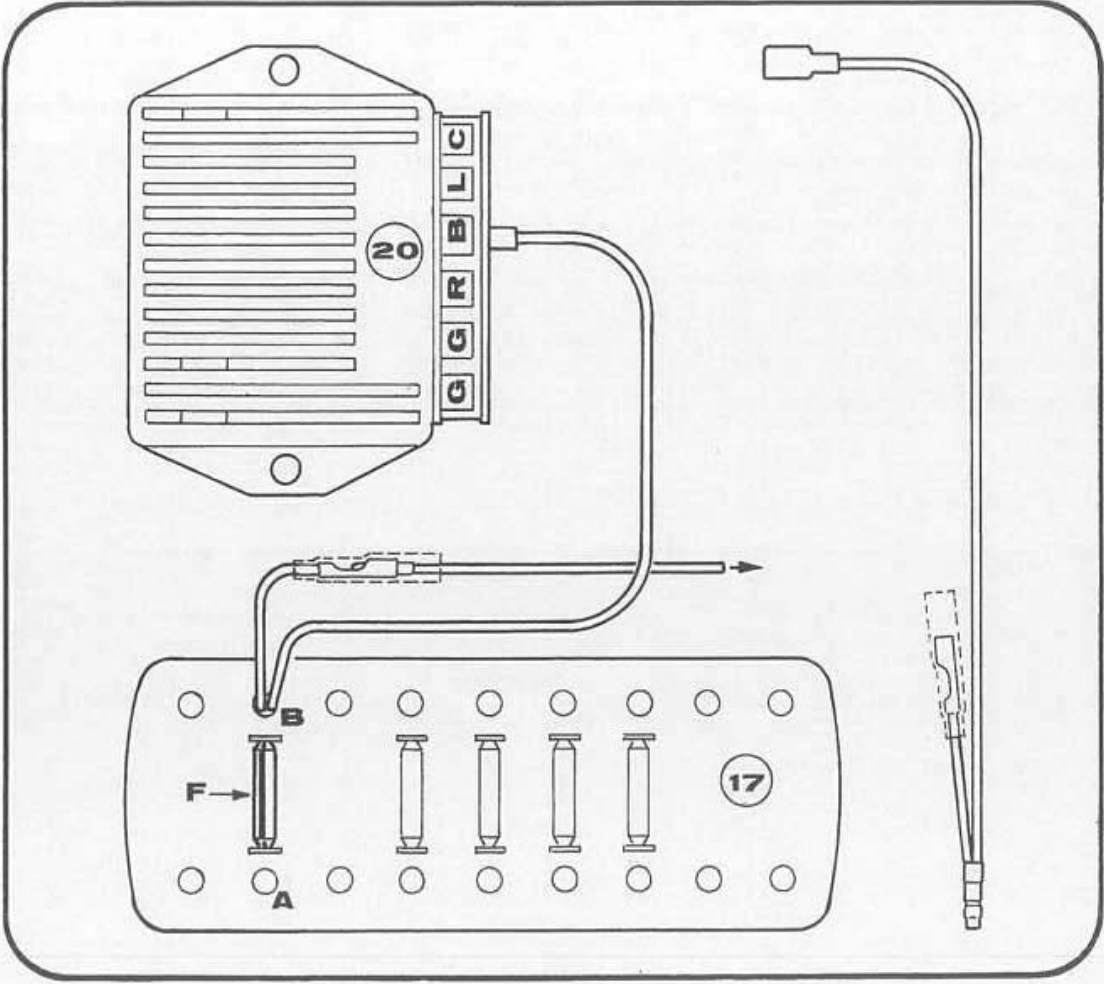

Fig. 135
- a) distaccare il filo Rosso dal regolatore ed isolarlo mediante fasciatura di nastro isolante. Questo filo, volendo, si può anche togliere completamente; basta tagliarlo nel punto « A » e sfilarlo dal cablaggio (vedi fig. 135).
- c) Preparare un cavetto come quello raffigurato a destra nella fig. 135. Questo cavetto deve avere da un lato un Faston e dall'altro una spina maschio e una spina femmina. Questo cavetto è anche reperibile presso il ns/ Magazzino Ricambi con il codice 0820.88.080 già preparato per effettuare questa modifica.
- a) Disconnect the RED wire from the regulator and insulate it by means of electric tape. If you wish so, this wire may be entirely taken off; it is sufficient for you to cut in « A » position of « F » general fuse and spin it out from cables (see fig. 135).
- c) Insert a small cable as the one shown in fig. 135. This cable must have a lucar on an end and a « male » and a « female » plugs on the other end.